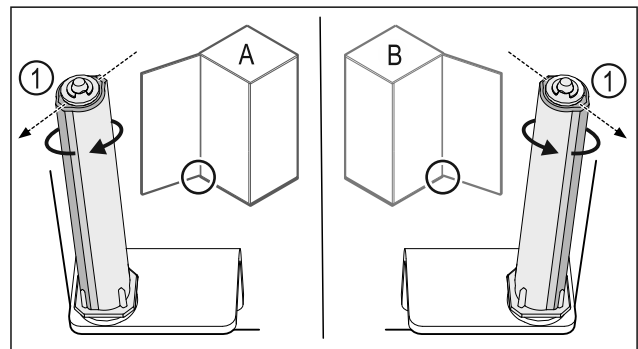

Fig. 43 Tope izquierdo (A) / tope derecho (B)
- ▶ Girar el sistema de cierre contra la resistencia hasta que el alma del sistema de cierre Fig. 43 (1) apunte hacia afuera.